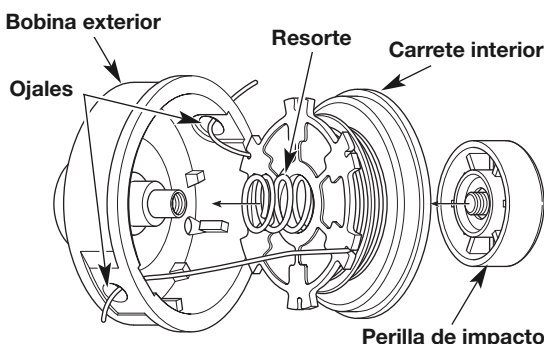

Fig. 19
1. Pase los extremos de los hilos a través de los ojales de la bobina exterior. Coloque el resorte dentro del carrete interior. Coloque el carrete interior dentro de la bobina exterior. Oprima el carrete interior y la bobina exterior uno contra otro (Fig. 19).